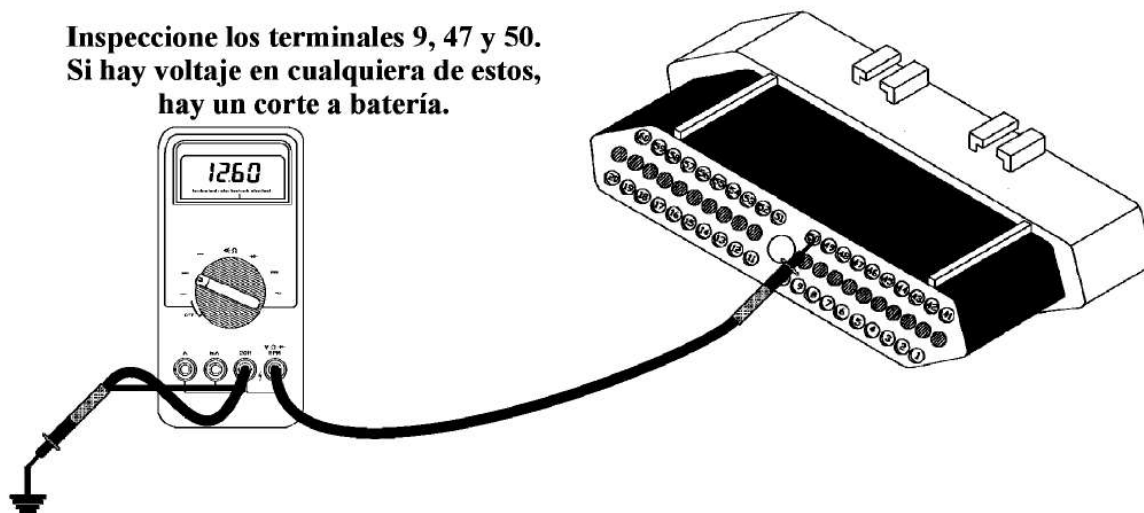

Figura 20
- Desconecte el TCM y fije su multimetro para medir voltaje DC. Coloque el cable negativo a una buena tierra y con el cable positivo inspeccione los terminales 9, 47 y 50 (Vea la figura 20). Si se ve una lectura de voltaje en uno de estos tres terminales, hay un corte a batería en algún lugar del arnés entre el TCM y el conector del cuerpo de solenoides. Repare el corte a batería o corra un alambre nuevo desde el cuerpo de solenoides al TCM.